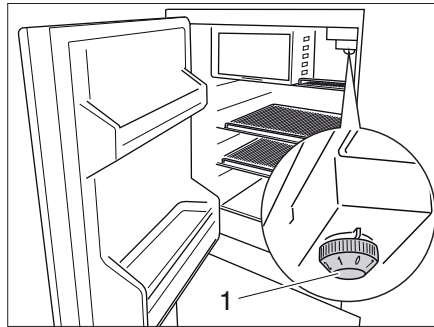

Bild 247 Bedienelemente im Kühlschrank
*Einschalten:* ■ Den Temperaturregler (Bild 247,1) nach rechts drehen. Das Gerät ist eingeschaltet.
*Ausschalten:* ■ Den Temperaturregler (Bild 247,1) auf "0" stellen.
*Temperatur einstellen:* ■ Temperatur am Temperaturregler (Bild 247,1) einstellen.
- min. (1) = geringste Kühlleistung
- max. (7) = höchste Kühlleistung